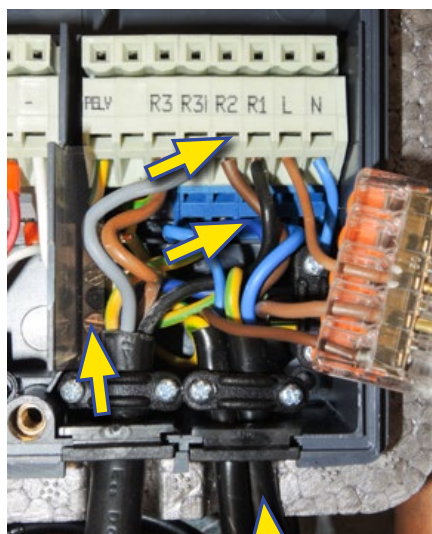

Figura 7: Conexión de la bomba de recirculación.
- ✓ En la unidad de control, pase el cable de la bomba a través de la arandela apropiada como se muestra en la foto de la Figura 7.